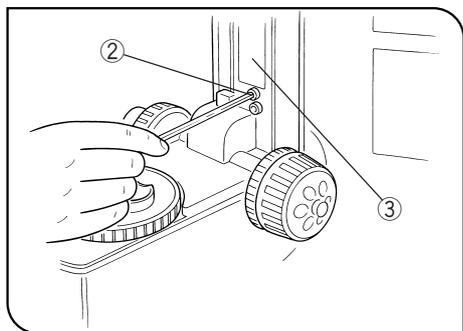

図 16
- 3) 粗動ハンドルを回し、アーム部のストッパねじ②が見えるまで、焦準部③を上げます。(図16)
- 4) 上側のストッパねじ②を六角ドライバでゆるめて取外します。